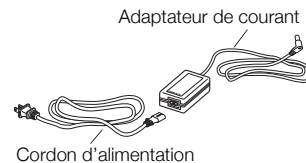

Figure 3
- 1 Branchez le cordon d'alimentation dans l'adaptateur de courant. Voir Figure 3.